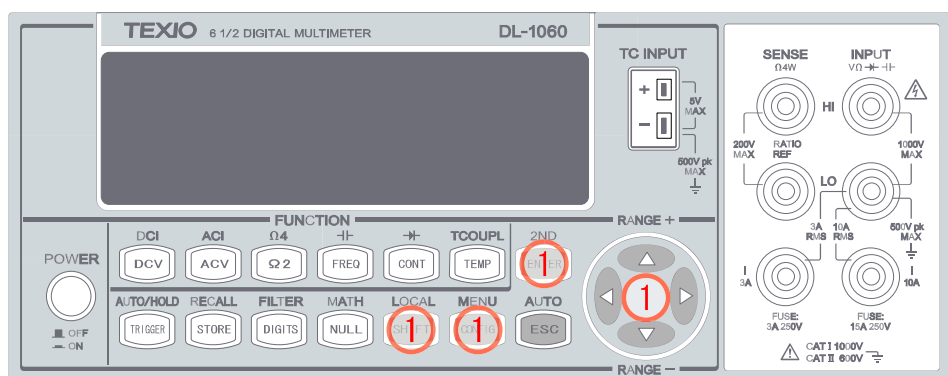

図 3-30
- ① <◀▶>、ENTER ボタン等を使い、MENU(SHIFT+CONFIG) > SYSTEM > DISPLAY > ON/OFF の順で操作し、ディスプレイ表示の ON/OFF を設定します。使用するボタンを図 3-30 に示します。